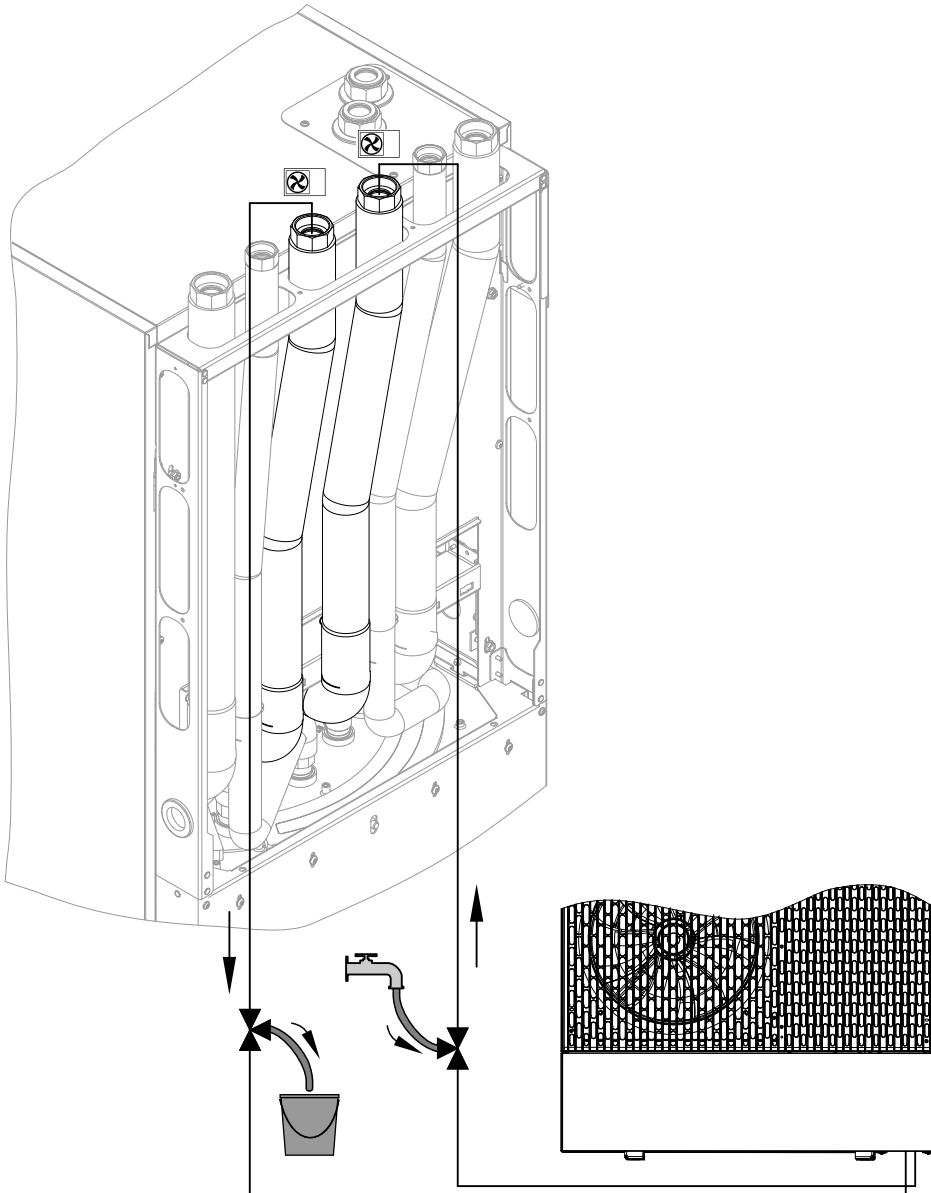

Abb. 77
3. 3-Wege-Kugelhähne im Vor- und Rücklauf Außeneinheit gemäß Abb. 77 öffnen: **Offen in allen Richtungen**